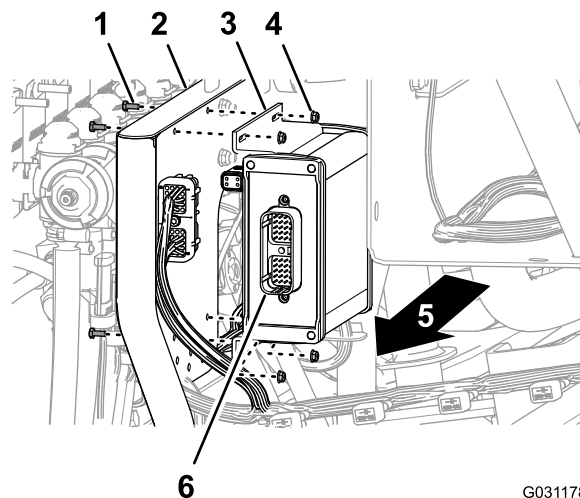

Рисунок 160
2. Установите контроллер опрыскивателя на опору крепления клапанов (Рисунок 160) с помощью 4 болтов (4 x 10 мм) и 4 фланцевых контргаек (4 мм).
1. Установите контроллер опрыскивателя на передней стороне опоры крепления клапанов так, чтобы 40-гнездовой разъем был направлен наружу (Рисунок 160).